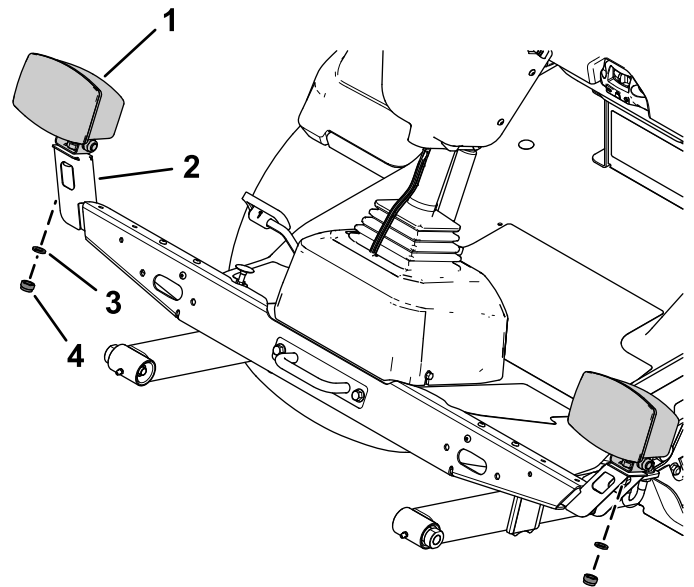

Figura 20
- 4. Fissate il gruppo del faro sinistro e di quello destro sul supporto del faro sinistro e di quello destro con la rondella di bloccaggio e il dado esagonale dei gruppi fari (Figura 20).